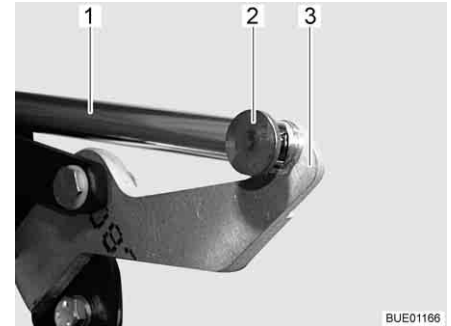

Fig. 117 Acionamento
- Separe a ligação (por ex., pino e contrapino) (Fig. 117,2) entre a biela (Fig. 117,1) e a alavanca (Fig. 117,3).